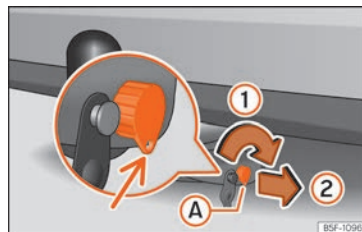
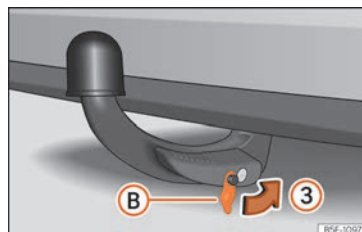

Fig. 268 Bloquear cerradura
Fig. 269 Colocar la tapa sobre la cerradura
- Gire la llave (A) en el sentido de la flecha ① hasta que la parte agujereada de la llave lleve a su posición inferior » fig. 268.
- Extraiga la llave en el sentido de la flecha ②.
- Coloque la tapa ⑧ en la cerradura en el sentido de la flecha ③ » fig. 269 » ④.
① CUIDADO